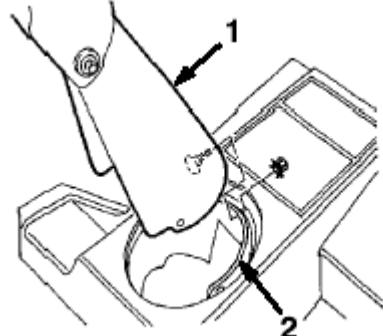

图8
1、安排雪道于排雪道环上。（图8）
2、对齐排雪道后部的孔和排雪道环中间的孔。（图8）
3、安螺栓，锁紧螺母于中间的孔，锁紧螺母安于外侧。可旋转排雪道环，使对齐更容易。（图8）